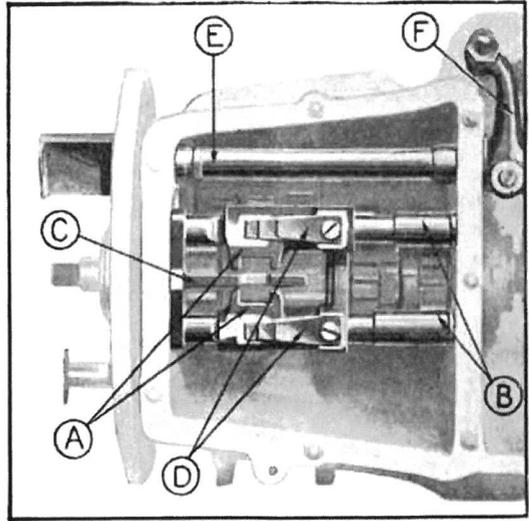

Fig. 141 — Commandes du changement de vitesses et du frein
3—Chasser complètement, hors de la boîte, l'axe de cette fourchette et le remplacer par un axe neuf (fig. 141).
6—Fixer les deux axes en bloquant les écrous sur leur rondelle épaulée et freiner ces écrous par 3 coups de pointeau. (fig. 141).
- 4—Dévisser la vis du ressort de verrouillage hors d'usage (*fig. 141*).